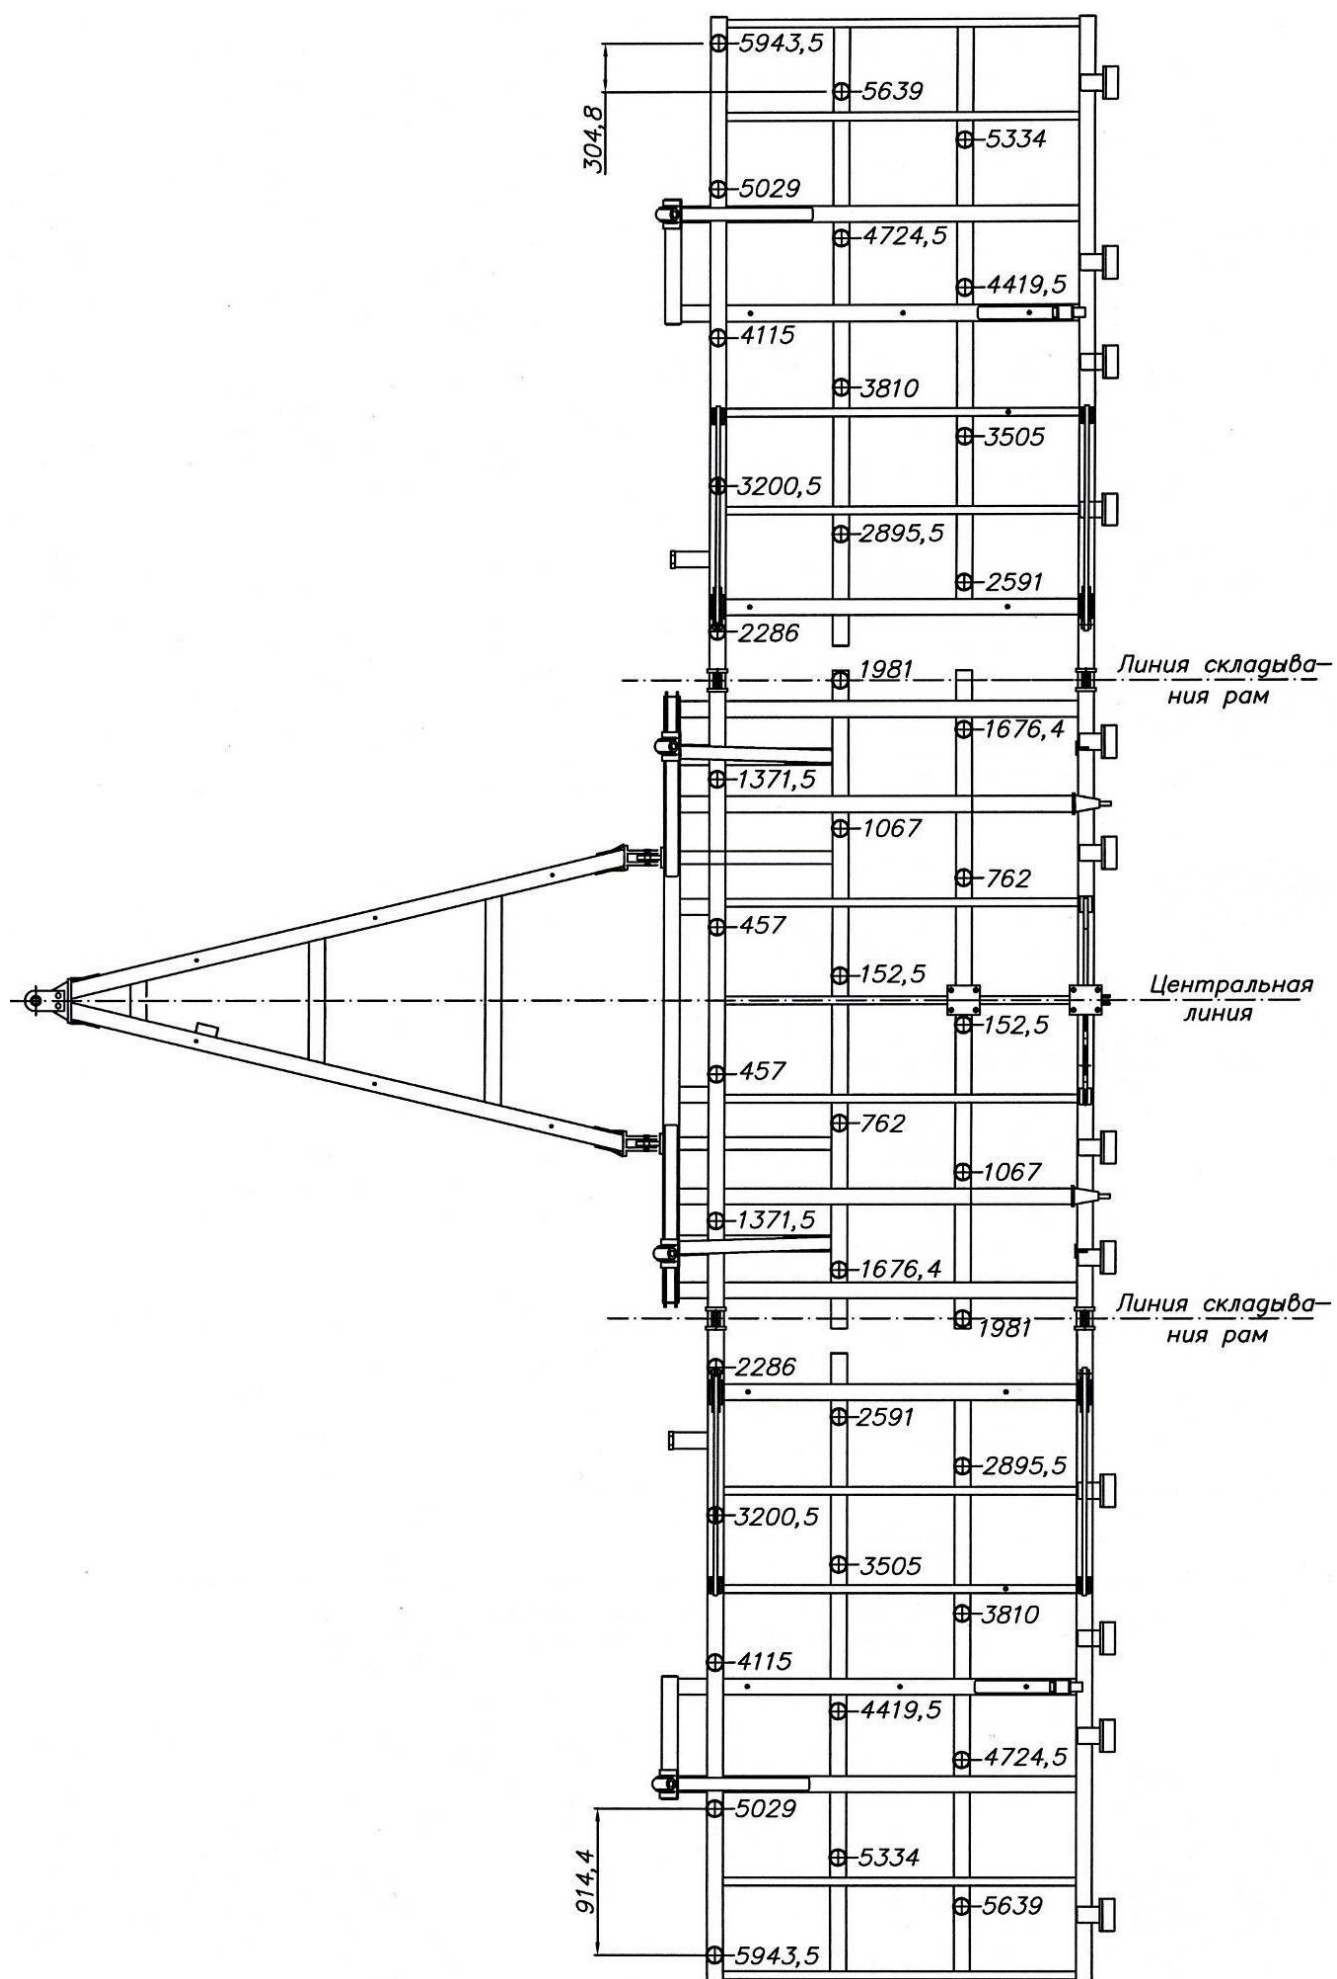

Рис. 4.5.2. Схема размещения стоек сошников (размеры в мм) для ПК "Кузбасс"
4.5.1. Установочные места стоек сошников определяются путем измерений от центра главной рамы посевного агрегата вправо и влево. Можно пользоваться маркировкой, выполненной в заводских условиях, однако необходимо убедиться в ее правильности, выполнив два-три контрольных замера (см. рис. 4.5.2). Размеры указаны от центров крепежных пластин сошников.